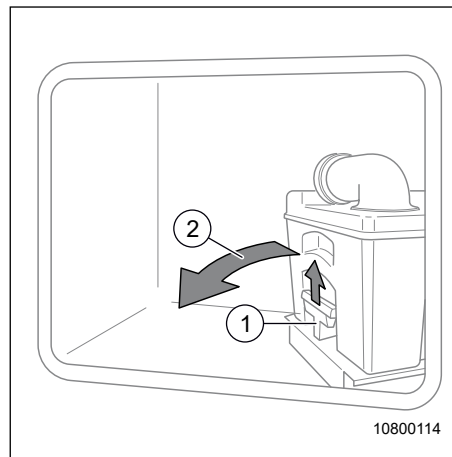

Fig. 70 Retirer la cassette
3. Tirer la poignée de la cassette (Fig. 70, pos. 1) vers le haut pour déverrouiller le WC.
→ Selon le véhicule, tourner la cassette vers la trappe de visite (Fig. 70, pos. 2).